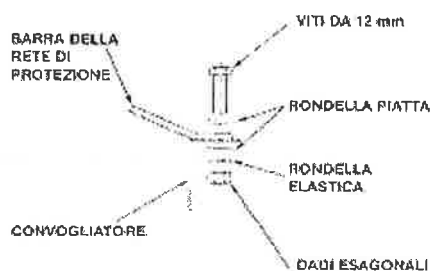

Figura 23 – Installazione della rete di protezione sul convogliatore in uscita
2. Attaccare la rete di protezione al convogliatore in uscita in corrispondenza di ogni foro, come indicato nella Figura 23.
4. Attaccare la rete di protezione al convogliatore in uscita, come indicato nella Figura 23. Fissare il supporto al convogliatore in uscita con la rete di protezione, nei quattro punti di contatto.